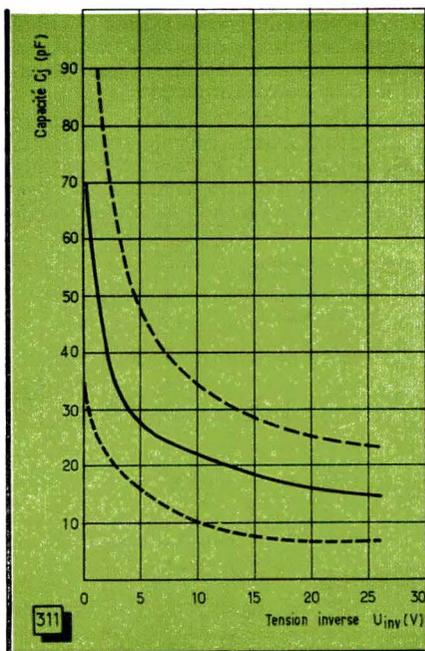

Fig. 311. — Les courbes en trait interrompu marquent les limites de la dispersion normale d'une diode telle que BA 101.
Cependant, et bien qu'il ne nous soit pas possible d'entrer ici dans les détails, toutes ces considérations suffisent amplement pour dégrossir un problème, d'autant plus que la dispersion inévitable, et très importante, des caractéristiques des diodes-capacités rend illusoire tout calcul précis. Les courbes en trait interrompu de la figure 311 montrent les limites de la dispersion indiquées par le fabricant qui garantit, en plus, que 95 % de la production se situent à l'intérieur de ces limites. Des esprits chagrins diront qu'il reste 5 % de chance pour qu'une diode se trouve « en dehors », mais cela est une autre histoire.
Mais il ne faut surtout pas oublier que la relation (122) nous donne la valeur maximale possible du coefficient k_r pour une diode donnée, car un simple examen du rapport de capacités qui résulte des courbes de la figure 311 nous montrera que le recouvrement peut varier de 1,13 à 1,8 environ, suivant la « dispersion ». Rappelons que le « re-
la dispersion n'est guère supérieure à celle représentée dans la figure 311 et se rapportant aux « vraies » diodes-capacités.